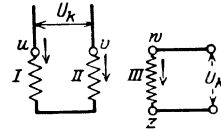
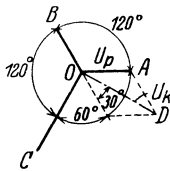

Abb. 219. Umwandlung von Drehstrom in Zweiphasenstrom zu Aufgabe 298.
Abb. 220. Spannungsdiaagramm zu Aufgabe 298.
**298.** Ein an ein Drehstromnetz angeschlossener Drehstromtransformator erzeugt eine Spannung (Spannung pro Windung) von  $2 [1,5] \text{ V}$ . Sekundär sind auf die Kerne I und II je  $w_2 = 100$  Windungen gewickelt, die, wie die Abb. 219 zeigt, verbunden sind. Auf den Kern III sollen sekundär soviel Windungen  $w_3$  gewickelt werden, daß die an den Enden derselben gemessene Spannung gleich der zwischen  $u$  und  $v$  ist. Gesucht wird:
(Abb. 220), so ist die Spannung zwischen  $u$  und  $v$  (Abb. 219) die Differenz von  $\overline{AO}$  und  $\overline{BO}$ , d. i.  $\overline{DO} = U_p \sqrt{3} = 2 \cdot 100 \sqrt{3} = 346 \text{ V}$ . Ebenso groß soll  $\overline{CO}$  sein, d. h. die Windungszahl auf dem Kern III